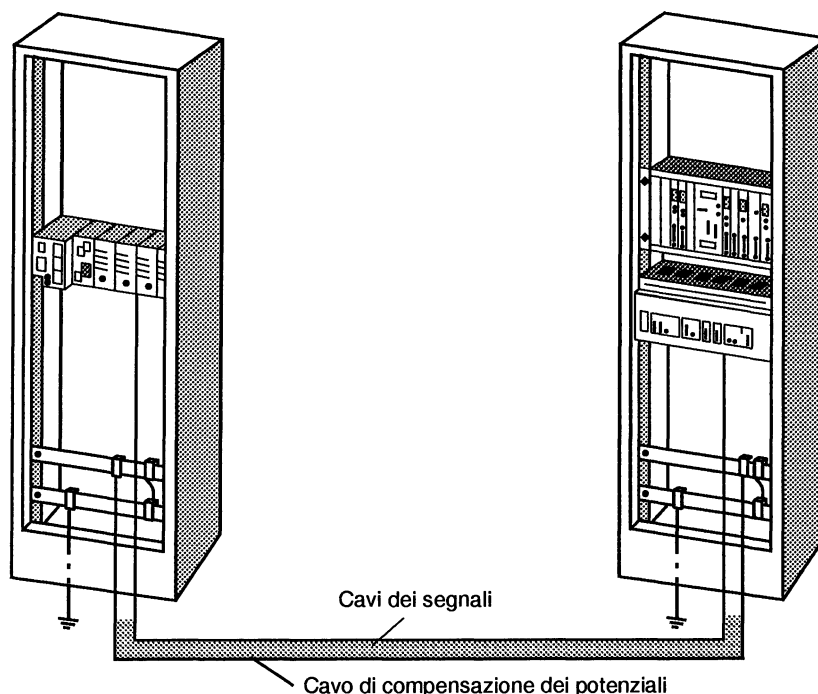

Figura 3.25 Stesura di un cavo di compensazione dei potenziali e dei cavi dei segnali
- Il cavo di compensazione dei potenziali dovrebbe essere steso in modo che l'area compresa tra se stesso ed i cavi dei segnali sia possibilmente piccola (→ Figura 3.25).